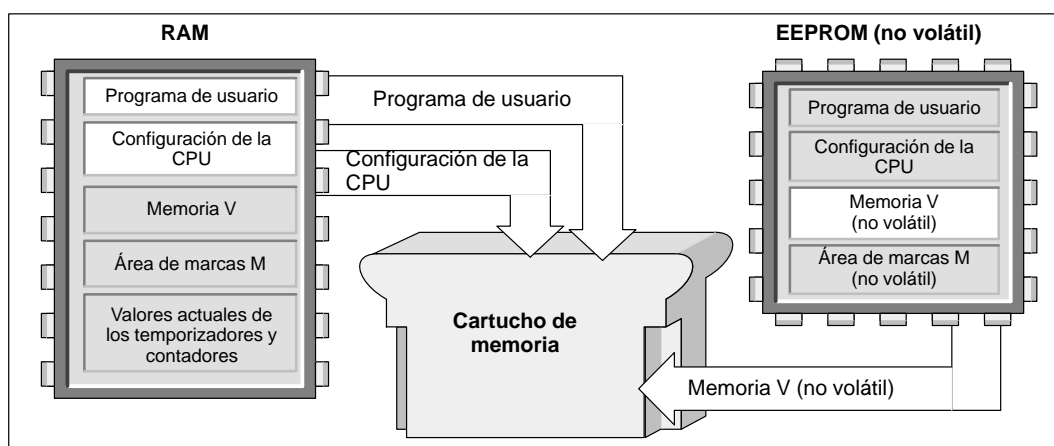

Figura 7-20 Copiar la memoria de la CPU en el cartucho de memoria
2. Elija el comando de menú **CPU ► Cartucho de memoria** para copiar el programa en el cartucho de memoria. La figura 7-20 muestra los componentes de la memoria de la CPU que se almacenan en dicho cartucho.